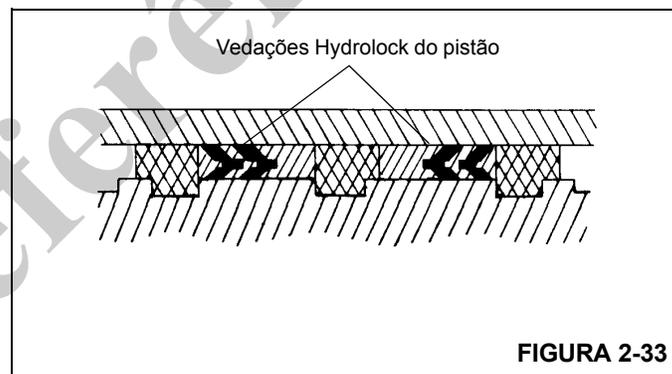

FIGURA 2-33
7. Instale as vedações Hydrolock no pistão (Figura 2-33).